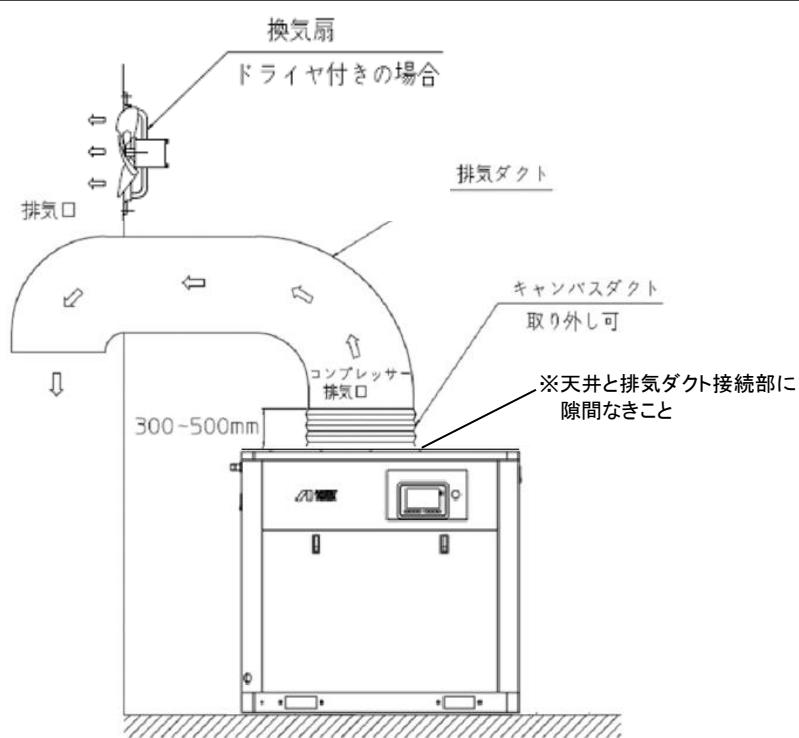

図4.5-2 局所換気①
局所換気①の設置例は図4.5-2をご参照ください。
(2) ドライヤ付きの場合、ドライヤ排気口に排気ダクトを設けず、全体換気としてください。
■ コンプレッサの天井と排気ダクト接続部に隙間を設けないでください。(図4.5-2 局所換気①)